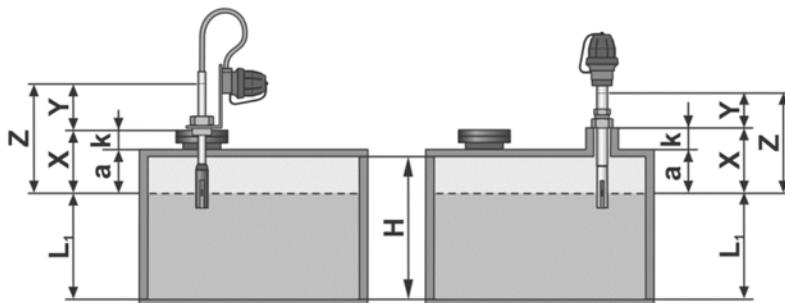

Rys. 9: Czujnik wartości granicznej należy montować na ostatnim zbiorniku, patrząc w kierunku napełniania
- **Zwrócić uwagę na miejsce montażu czujnika wartości granicznej zgodnie z rys. 9 i rys. 10!**